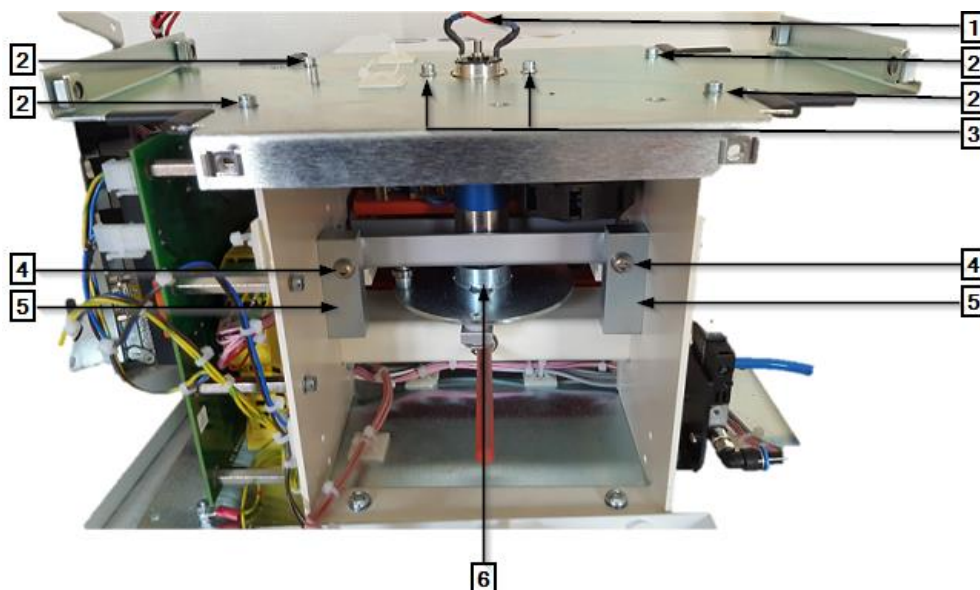

Abb. 71 : Sestava motoru bez krytů (pohled zezadu)
- ➔ Uvolněte stahovací pásky mezi procesorem a kondenzátorem. Podrobnější popis viz Abb. 71 : Sestava motoru bez krytů (pohled zezadu), strana 103.
- ⇒ Zkontrolujte, jestli je mezera u upínacích čelistí topné komory v **zaváděcí** pozici rovnoběžná. Upravte podle potřeby polohu pomocí seřizovacích šroubů motoru (2).
- ⇒ Utáhněte seřizovací šrouby motoru M6×40 (2) a pojistné matice na základní desce motoru (1).
- ⇒ Nasaďte upevňovací šrouby na montážní desce motoru a utáhněte je. Viz Abb. 71 : Sestava motoru bez krytů (pohled zezadu), strana 103.